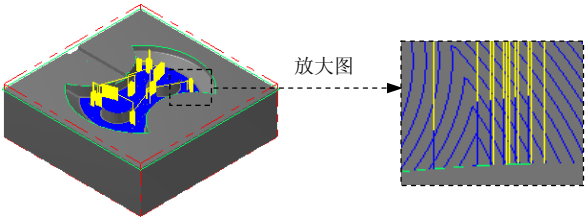

图 22.29 刀具路径
(1) 在“曲面精加工环绕等距”对话框中单击 **环绕等距精加工参数** 选项卡，在 **大切削间距 (M)** 文本框中输入值 1.0，选中 ☒ **由内而外环切**、☒ **切削顺序依照最短距离** 复选框，取消选中 **设定深度 (D)...** 按钮前的复选框，其他参数设置保持系统默认设置。
(2) 单击 **间隙设置 (G)...** 按钮，在系统弹出的“刀具路径的间隙设置”对话框中选中 ☒ **切削顺序最佳化** 复选框，在 **切弧的半径** 文本框中输入 22.0，在 **切弧的扫描角度** 文本框中输入 90.0。单击 **✓** 按钮，系统返回至“曲面精加工环绕等距”对话框。
Step6. 完成参数设置。单击“曲面精加工环绕等距”对话框中的 **✓** 按钮，系统在图形区生成图 22.29 所示的刀具路径。